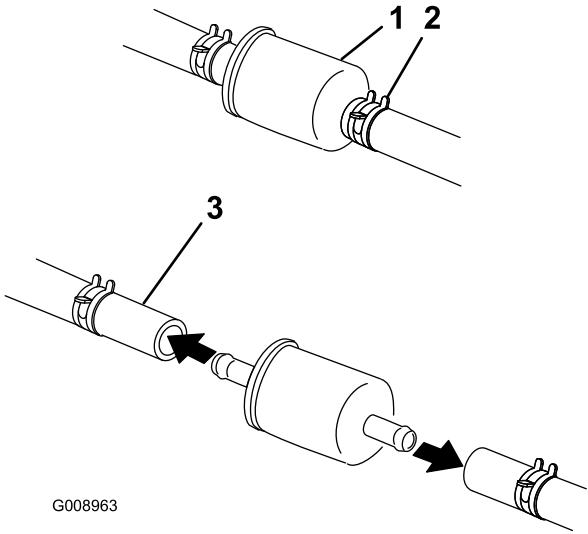

Figura 41
5. Apriete los extremos de las abrazaderas y deslícelas por el tubo alejándolas del filtro (Figura 41).
7. Instale un filtro nuevo y acerque las abrazaderas al filtro (Figura 41).